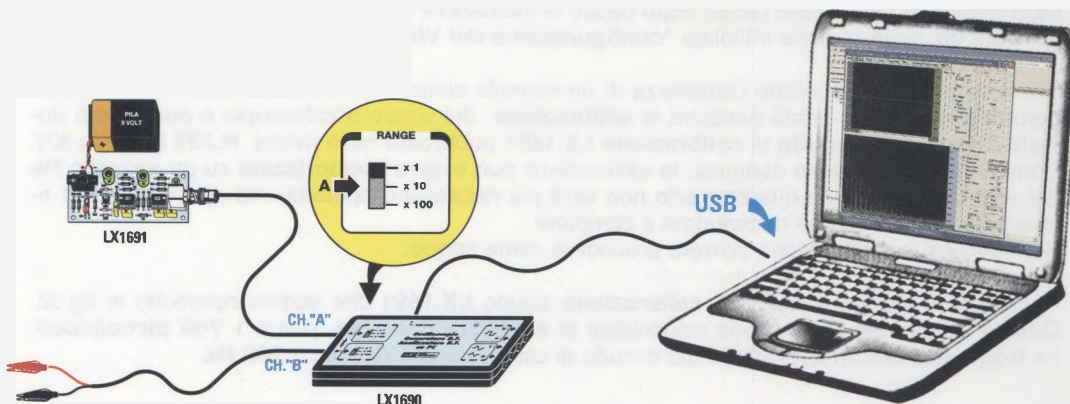

Fig.33 Proseguite nel modo seguente:
- ora, utilizzando il cavo (**cod. RG1.05**) dotato di due connettori **BNC**, collegate il **connettore BNC maschio** posto sul **circuito di calibrazione** al connettore **BNC maschio** relativo al canale **CHA** della scheda **LX.1690**, come appare in fig.33.